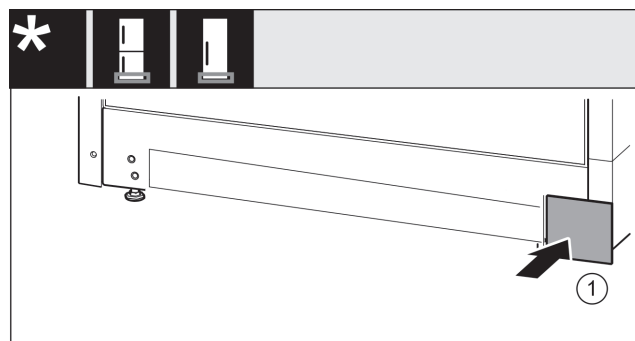

Fig. 16
- Oblogo ponovno namestite na drugi strani. Fig. 16 (1)